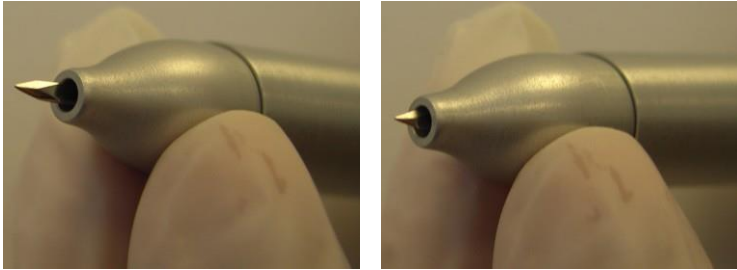

Figura 3-75. Ajuste del largo de la hoja de incisión
9. Utilice el regulador del cabezal de la pieza manual para ajustar el largo de la hoja de incisión, como se muestra en la Figura 3-75.